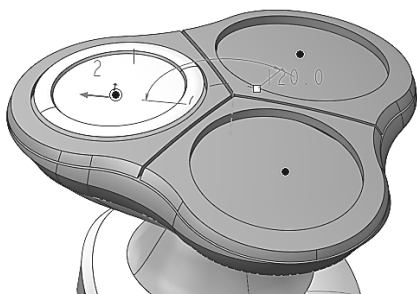
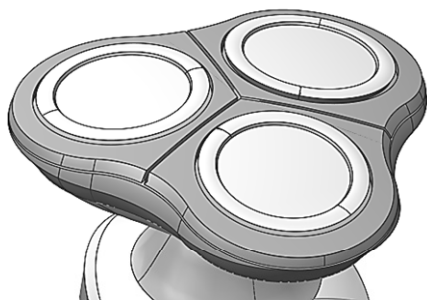

图 7-170 阵列曲面
图 7-171 加厚曲面
(6) 单击【编辑】模块中的按钮依次选取“修剪 1”和“扫描 2”曲面，合并这两部分曲面。选取合并的曲面，单击【模型】→【编辑】模块的，阵列方式选择，输入数量 3，角度为 120° ，单击按钮，完成阵列，如图 7-170 所示。再分别对三个曲面进行加厚，单击按钮，输入厚度 1，得到如图 7-171 所示的模型。